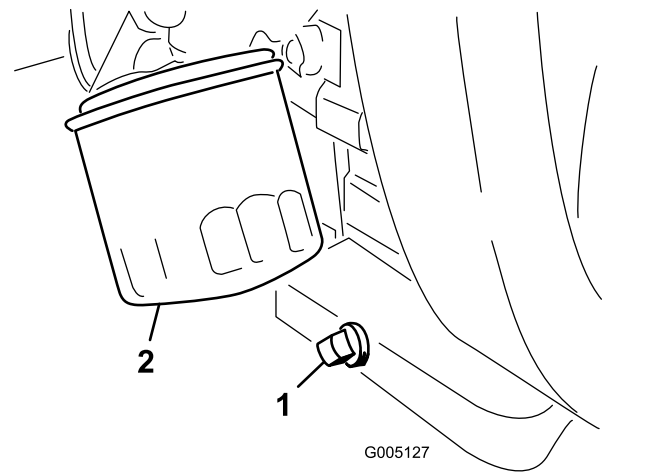

Figura 28
- Limpie las roscas del tapón de vaciado, aplique sellador de PTFE, e instale el tapón de vaciado (Figura 28).
- Retire el filtro de aceite (Figura 28).
- Retire el tapón de vaciado (Figura 28) y deje fluir el aceite a un recipiente apropiado.